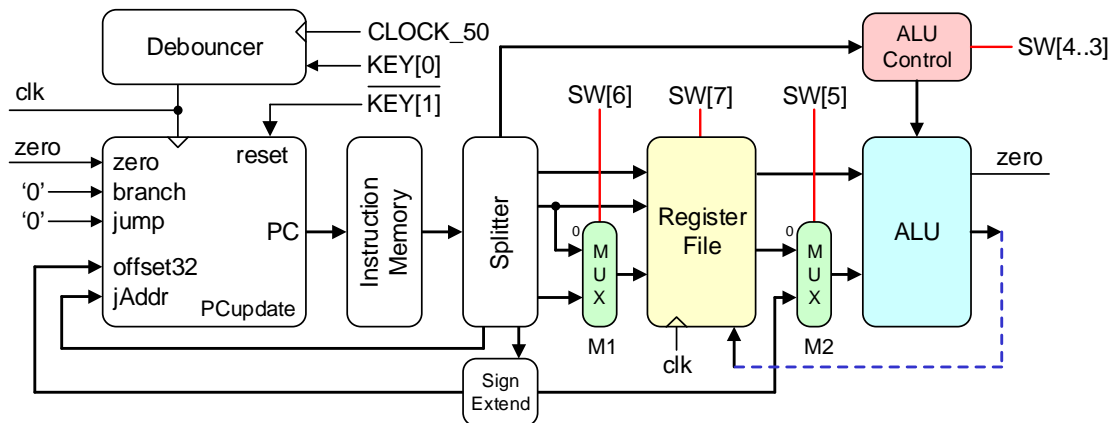

Figura 2. Diagrama de blocos simplificado com os blocos já implementados.
1. Abra o ficheiro "**mips\_single\_cycle.vhd**" e selecione-o como *top-level* do projeto. Instancie os módulos que desenvolveu nesta aula e faça as respetivas ligações ao restante diagrama. Ligue a saída da ALU ao porto de escrita do Banco de Registos, como indicado na Figura 2 a tracejado azul (esta ligação é feita apenas para teste dos módulos já desenvolvidos e deverá ser removida no final do guião).
2. Ainda sem a unidade de controlo implementada, é possível testar o funcionamento integrado dos módulos já desenvolvidos gerando manualmente os sinais de controlo. Para isso ligue (ver Figura 2): "**ALUOp**" a **SW[4..3]**, sinal de controlo do Mux M2, "**ALUSrc**", a **SW[5]**, sinal de Controlo do Mux M1, "**RegDst**", a **SW[6]** e o sinal de controlo da escrita no Banco de registos, "**RegWrite**", a **SW[7]**.